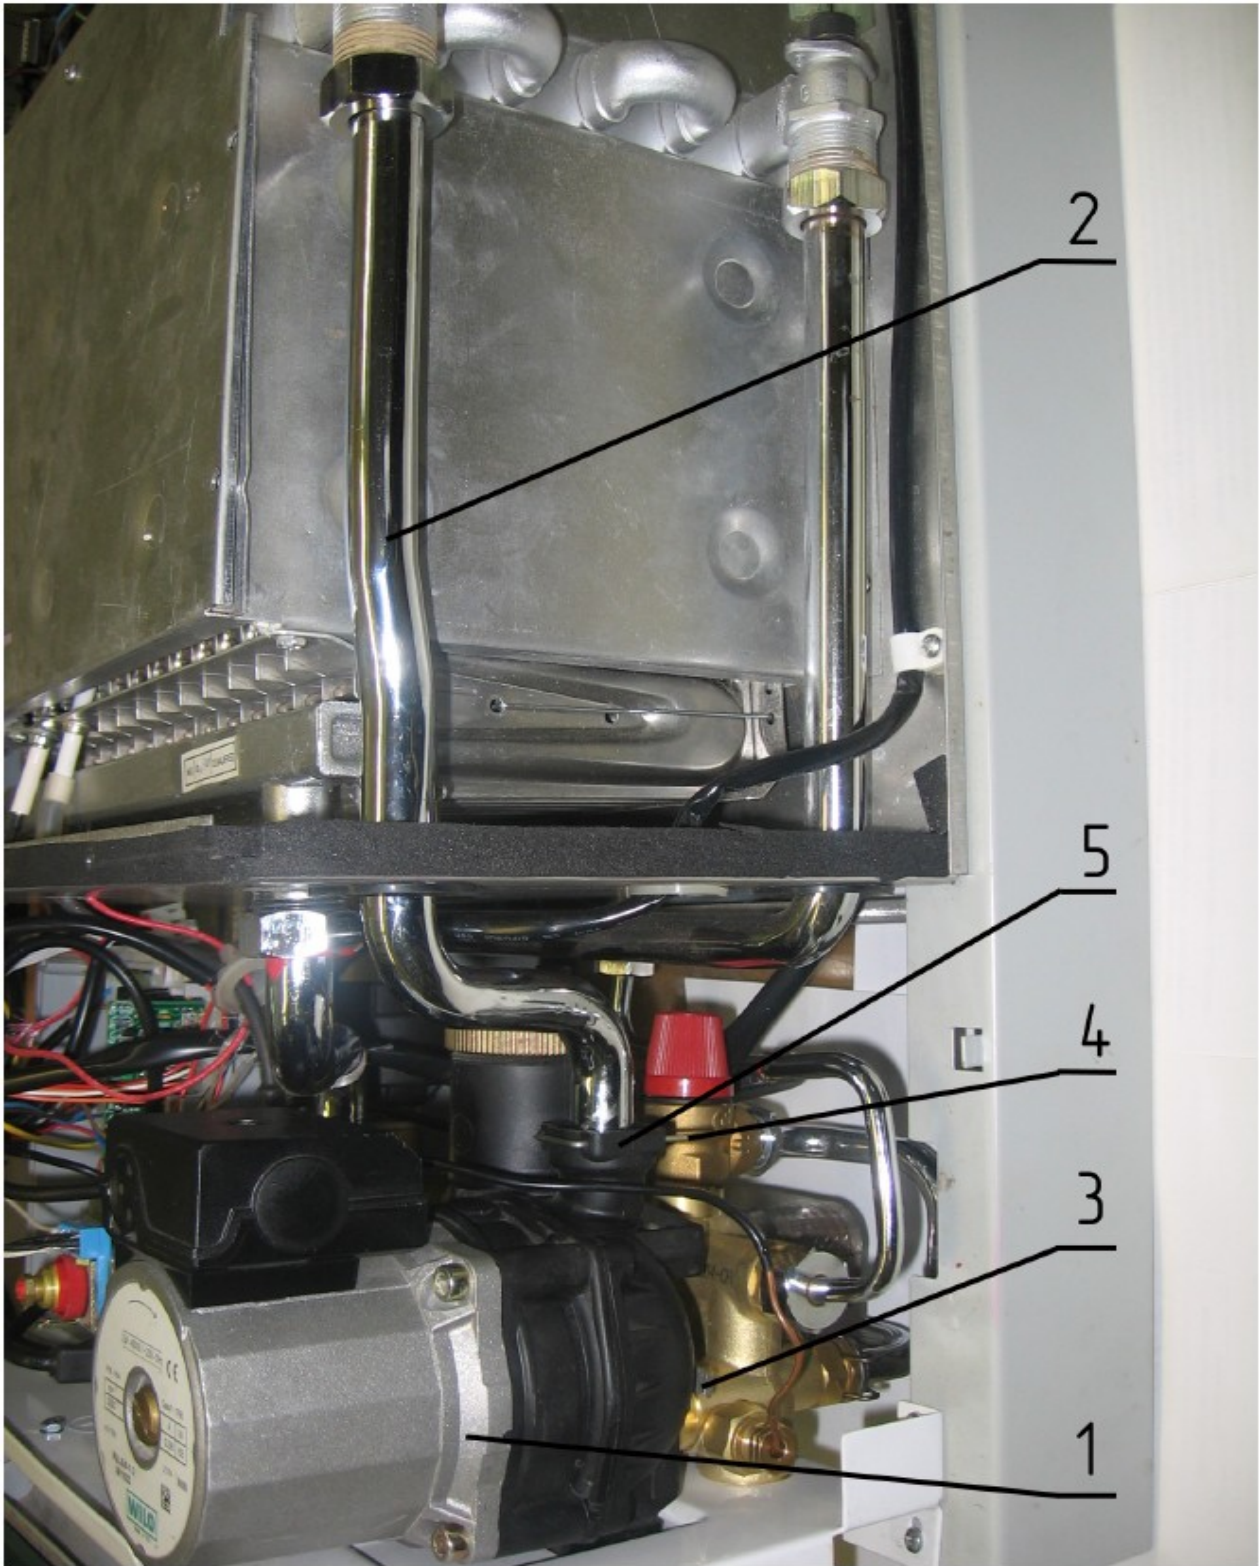

Рисунок 1. Демонтаж насоса HUL 15/5
- 5) снять скобу крепления поз. 4 входной трубы контура отопления к насосу поз. 1 (рисунок 1);